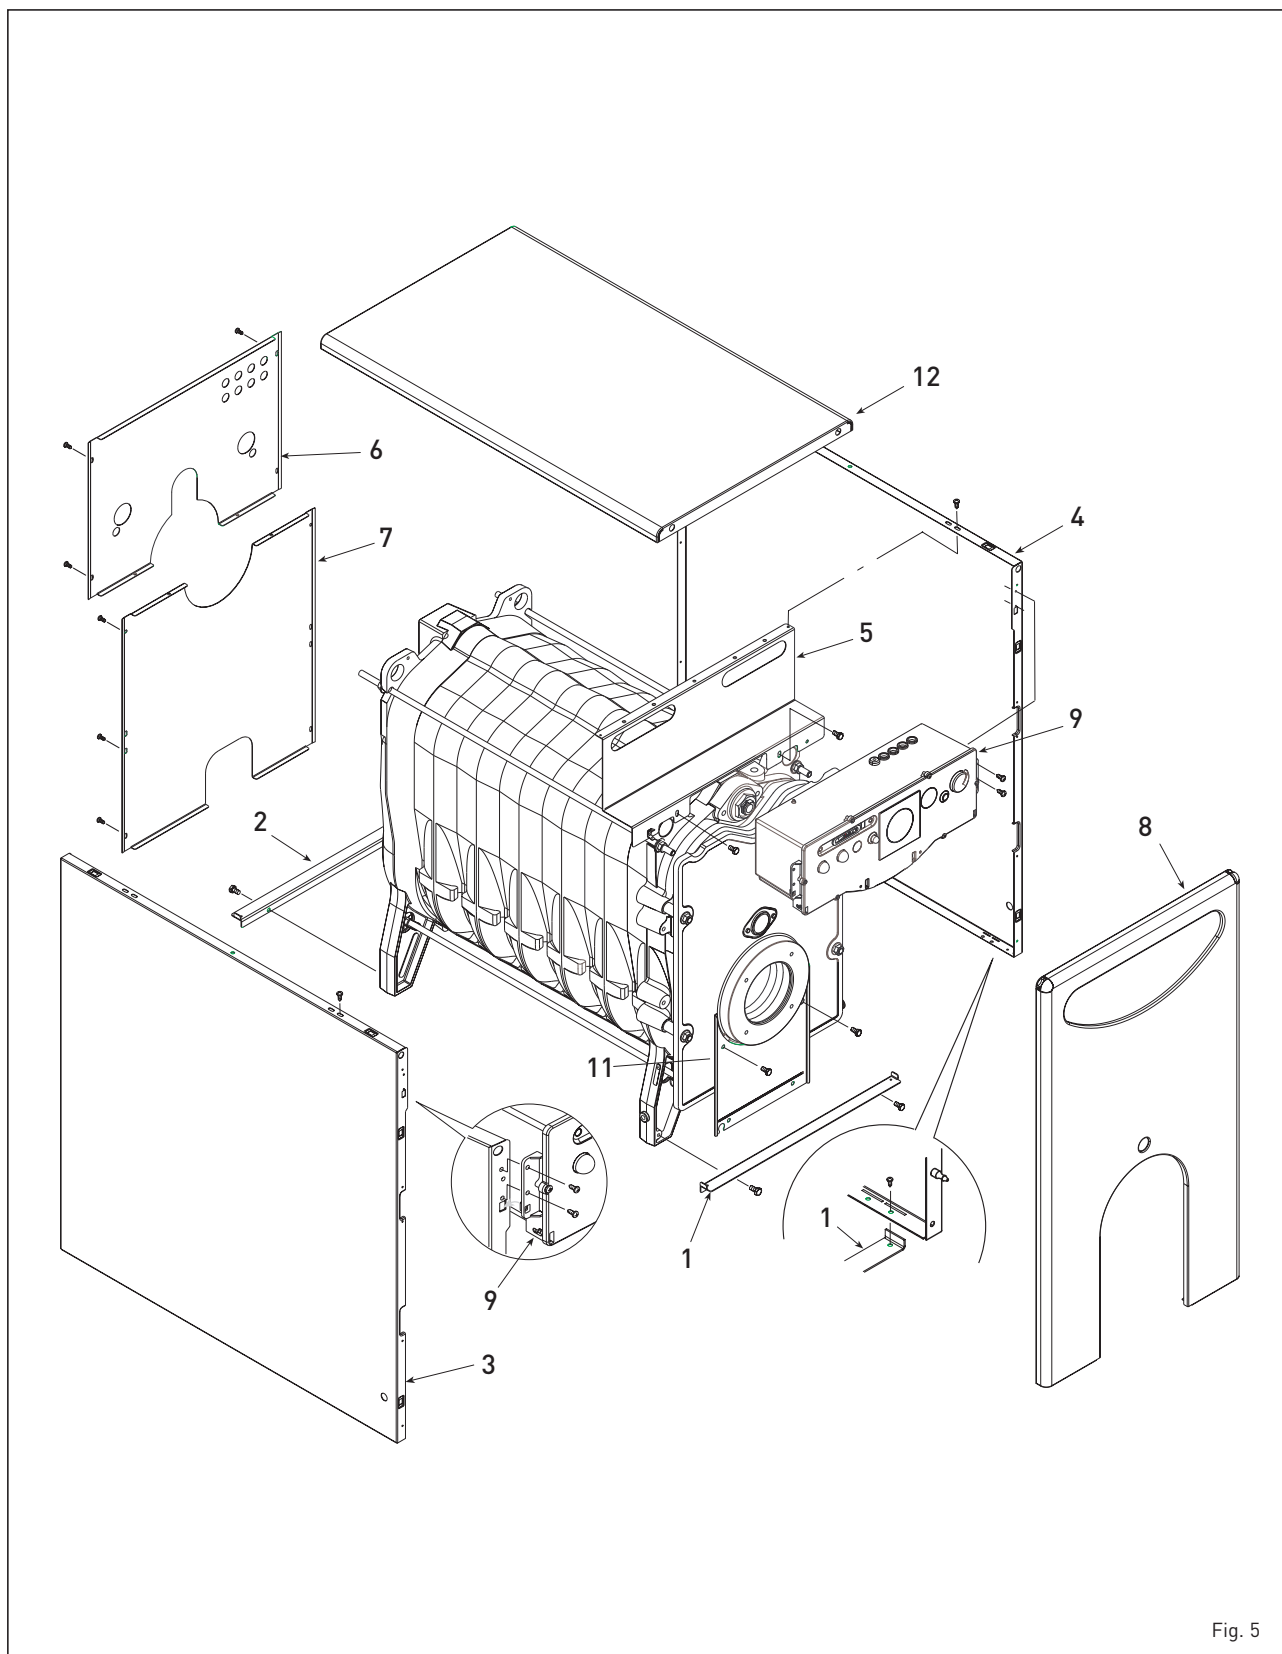

Fig. 5
2.5 MONTAGGIO MANTELLO RONDÒ ErP BE (fig. 5)
tare il corpo di ghisa. Eseguire il montaggio del mantello nel seguente modo (fig. 5):